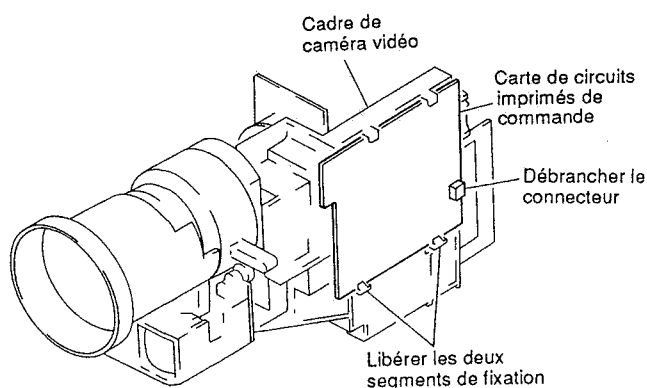

Fig. 2-5
2-2 Carte de circuits imprimés de commande [CON] (Fig. 2-5)
- 1) Débrancher le connecteur implanté sur la carte de circuits imprimés de commande. (Se reporter à la figure 2-5)
- 2) Libérer les deux (2) segments de fixation qui immobilisent le cadre de la caméra vidéo puis séparer la carte de circuits imprimés de commande du cadre de caméra vidéo.